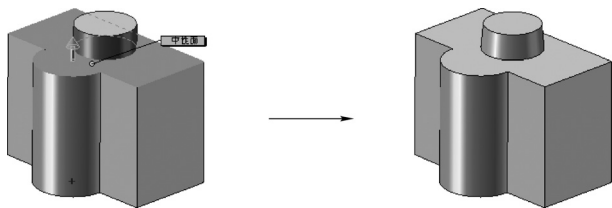

图 4-62 选择“内部的面”选项拔模
- 内部的面：令所有从中性面拉伸的内部面都进行拔模，如图 4-62 所示。